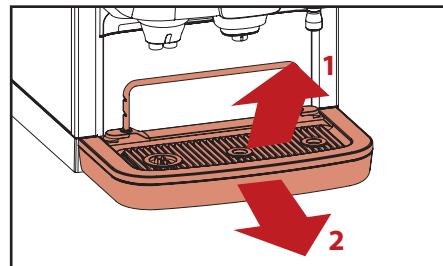

Fig. 5.3 - Fjern kopper og dryppskål
2. Fjern koppebrettet ved å løfte det fra barren (fig 5.3, 1).
3. Fjern dryppskålen (fig 5.3, 2).